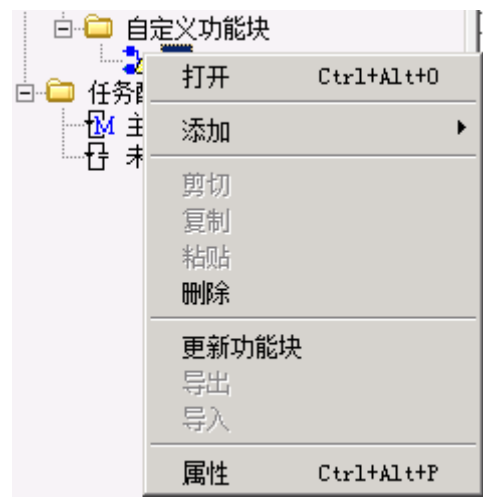

图 7-3 更新功能块
4. 功能块设置完成后，选中新增的功能块，在其右键菜单中选择“更新功能块”，如图 7-3 所示，更新后树节点中的功能块节点图标转变成 形式。